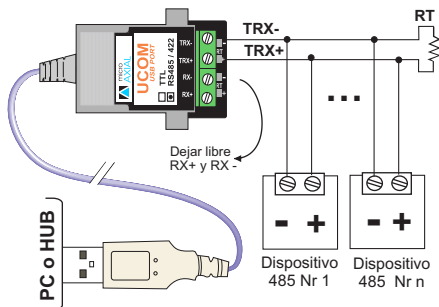

Fig. 1. RS485, 2 Hilos. Respete polaridades.
**Conexión RS485.** El enlace se realiza mediante un par simple (fig. 1). Durante la transmisión se enciende el led TX, durante la recepción se activa RX.